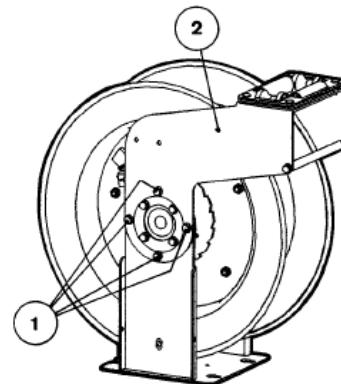

Fig. 7
5. Unthread the screws (1) that hold the hose guide arm (2) and remove the arms (figure 7).
5. Dévisser les vis (1) qui maintiennent les bras de sortie (2) et retirer ces derniers (voir Figure 7).
4. Lossa skruvarna (1) som håller slangstyrningsarmen (2) och ta bort den (fig. 7).